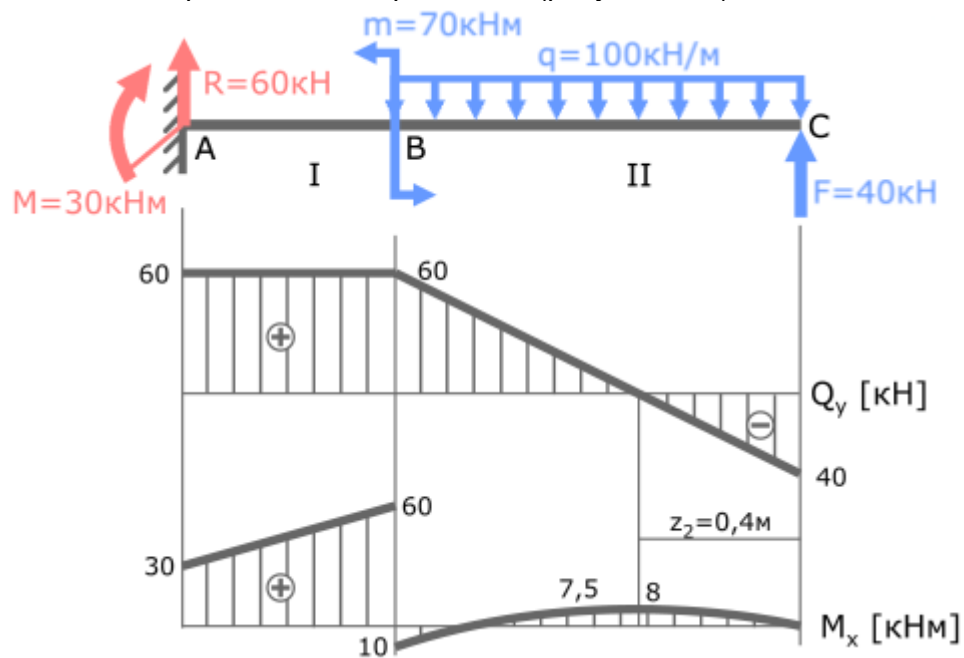

Рис. 1.20 Эюр
- эюр, который представляет собой чертеж, содержащий решения задач статики, сопротивления материалов, геометрии и т. д. (рисунок 1.20);